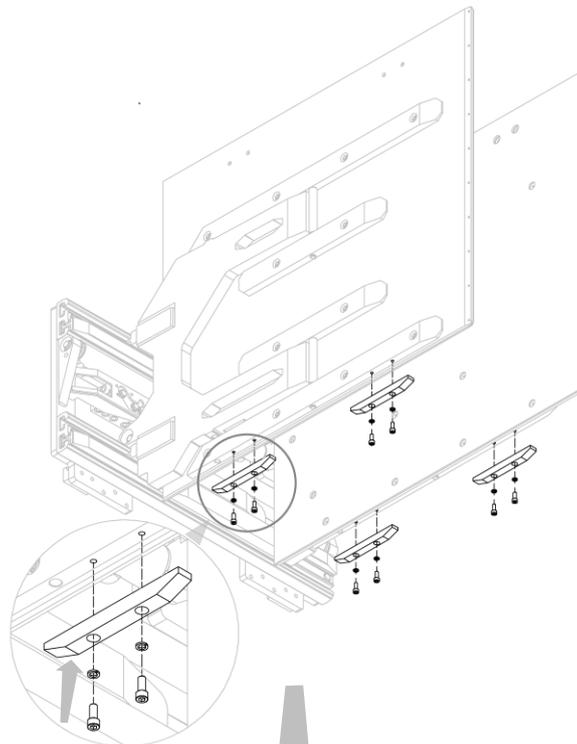
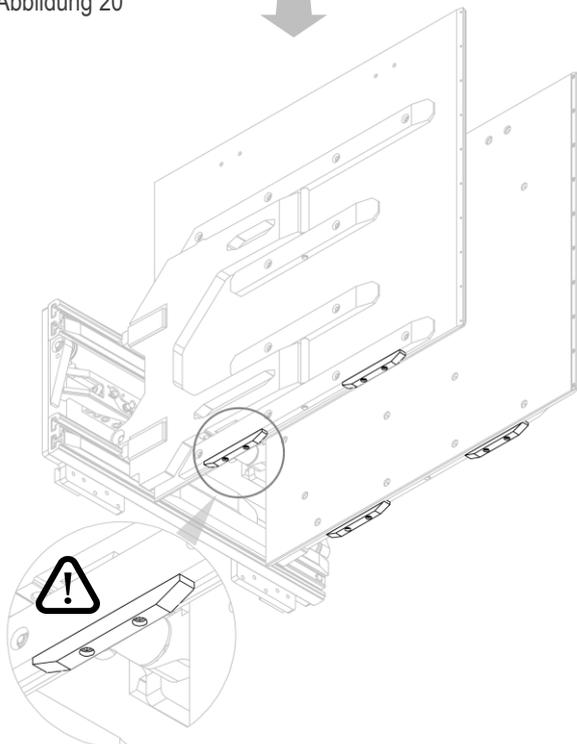

Abbildung 20
Abbildung 21
2. Schrauben Sie die unteren Schleifschutz-Gleitschuhe aus Ertalon an den fertigen Bohrungen fest (siehe *Abbildung 20* und *Abbildung 21*).